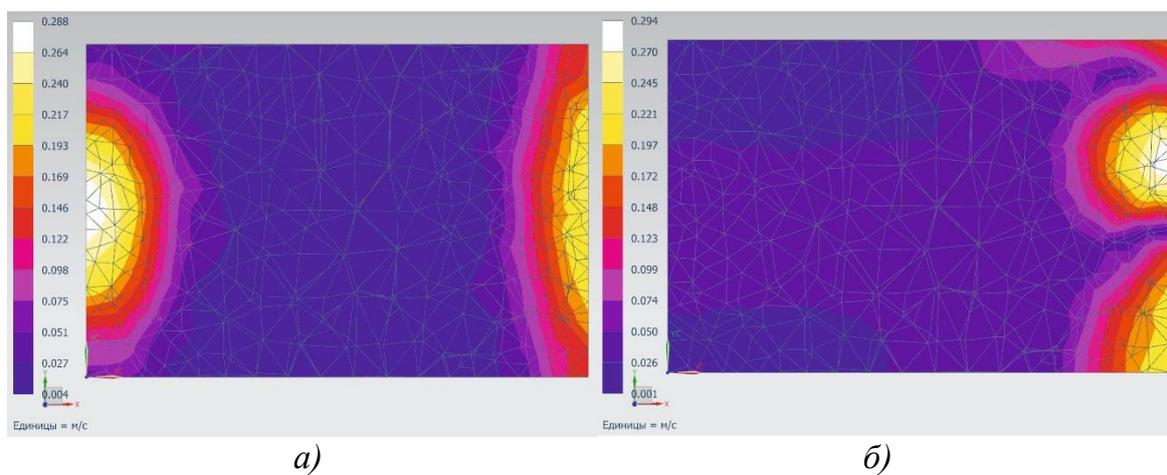

Рис. 3.7. Поле скорости в горизонтальном сечении
13. Для отображения цветового поля скорости в горизонтальном среднем сечении комнаты в окне «**Секущая плоскость**» выберите нужную ориентацию плоскости (рис. 3.7, а). Нажмите «**Ок**».